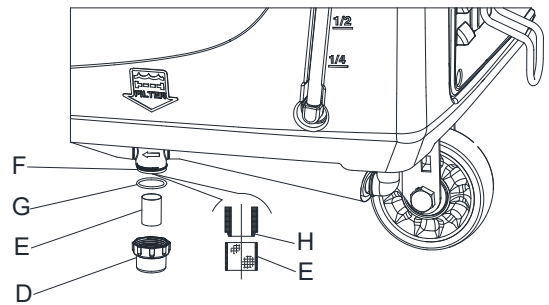

Abb. 14
4. Entfernen Sie die Abdeckung (D, Abbildung 14), dann entfernen Sie das Filtersieb (E). Reinigen und installieren Sie sie auf der Halterung (F).